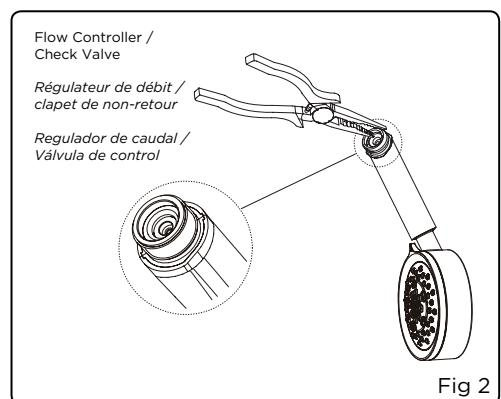

Fig 2
2. The flow controller/check valve is located at opening of handshower handle and has a different color plastic housing than the handshower conical threads (Fig 2). Use needle-nose pliers to grasp the flow controller/check valve and pull the flow controller/check valve out. Take care not to use excessive force when grasping perimeter edge of the flow controller/check valve so as to avoid damage (Fig 2 & 3).
2. Le régulateur de débit/clapet de non-retour est situé à la base de la poignée de la douche à main et le boîtier de plastique est de couleur différente des filets (fig. 2). Saisir le régulateur de débit/clapet de non-retour avec une pince à bec effilé pour le retirer. Prendre soin de ne pas exercer une force excessive en saisissant le bord pour ne pas endommager le régulateur/clapet (fig. 2 et 3).
2. El regulador de caudal y la válvula de control se encuentran en el hueco de la manija de la ducha de mano y tienen una funda de plástico de un color distinto al de las roscas de la sección cónica de la ducha de mano (fig. 2). Use unos alicates de extremos finos para sujetar el regulador de caudal y la válvula de control y sacarlos. Procure no forzar excesivamente al sujetar el borde del regulador de caudal y válvula de control para no dañarlos (fig. 2 y 3).